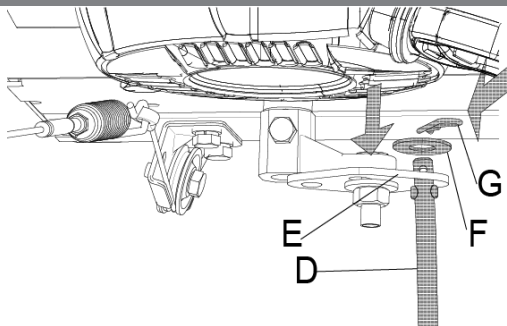
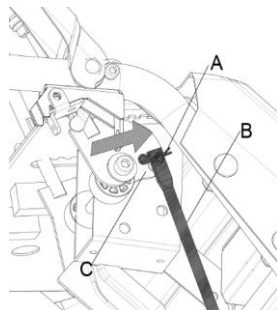

Рис.7
Рис.8
Вставьте угловую часть штока управления приводом (D) в отверстие рычага привода (E) для соединения с коробкой передач, и закрепите соединение с помощью шайбы (F) и шплинта (G) (Рис.7). Прикрепите другую сторону штока управления приводом (B) к штифту в нижней части рычага переключения передач и закрепите шплинтом (А) (Рис.8).